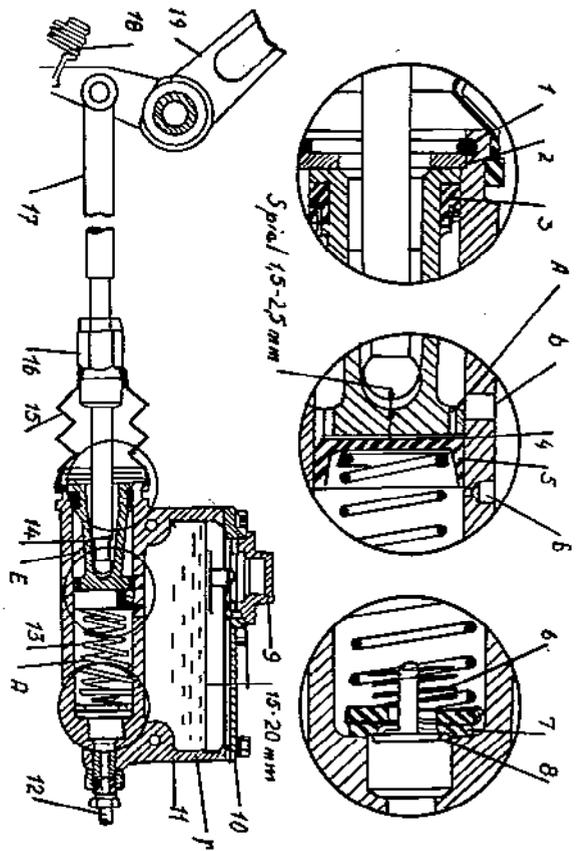

Abbildung 28:
1. Von der Entlüftungsschraube des Radbremszylinders hinten rechts wird die Schutzschraube abgeschraubt. An ihre Stelle tritt ein Entlüftungsschlutz mit einem 350 bis 400 mm langen Gummischlauch. Dieser Schlauch ist in ein Glasgefäß mit Bremsflüssigkeit zu stecken (Abbildung 28).